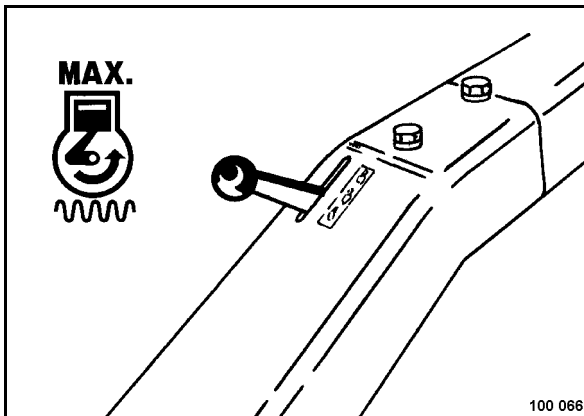

Fig. 16
- Colocar la palanca reguladora de revoluciones (Fig. 16) a posición "MAX".